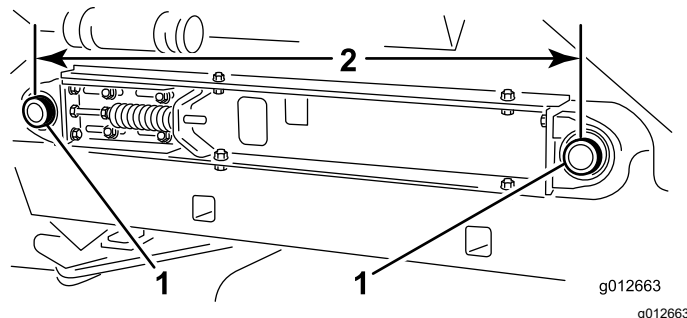

Figura 26
7. Misurate la distanza tra i punti centrali degli alberi del rullo del nastro su ciascun lato della macchina per accertarvi che le misurazioni siano uguali (Figura 26).